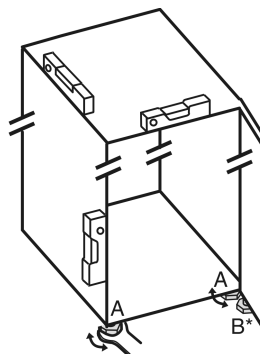

Fig. 4
- Az állítható lábakat Fig. 4 (A) a mellékelt villáskulccsal és egy vízmerce segítségével csavarja ki addig, amíg a készülék szilárdan és egyenesen be nincs igazítva.
► A csapágybak állítható lábát Fig. 4 (B) a mellékelt villáskulccsal csavarja ki úgy, hogy a padlón feküdjön.
► Az állítható lábat Fig. 4 (B) forgassa tovább 90°-kal.